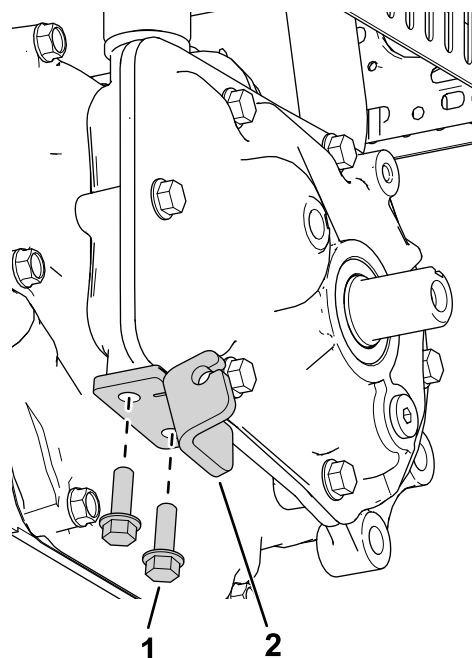

Рисунок 1
1. Установите пластину сцепления с помощью 2 болтов ( $\frac{1}{4}$  x  $\frac{3}{4}$  дюйма), как показано на Рисунок 1